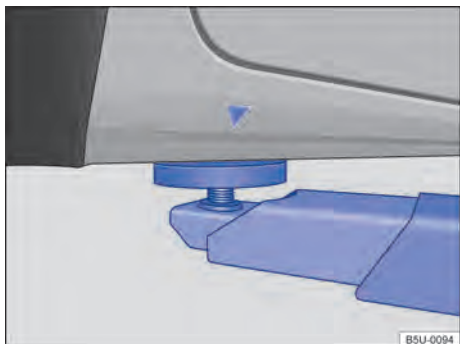
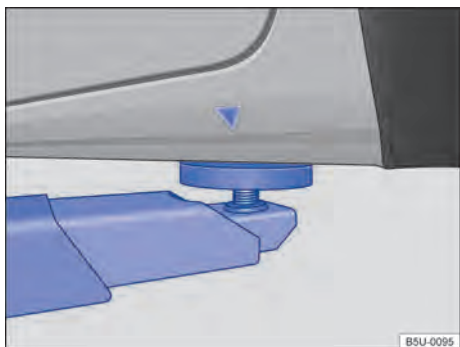

Fig. 174 Pontos de apoio dianteiros para a suspensão com plataforma elevatória ou com macaco.
Fig. 175 Pontos de apoio traseiros para a suspensão com plataforma elevatória ou com macaco.
O veículo deve ser suspenso somente pelos pontos indicados nas figuras → Fig. 174 e → Fig. 175. Se o veículo não for suspenso pelos pontos indicados, podem ocorrer danos no veículo → ⚠ e ferimentos graves → ⚠.
- Suspender o veículo somente pelos pontos indicados nas figuras → Fig. 174 e → Fig. 175. Se o veículo não for suspenso pelos pontos indicados, o veículo poderá cair da plataforma elevatória quando, por exemplo, o motor ou a suspensão for desmontado.